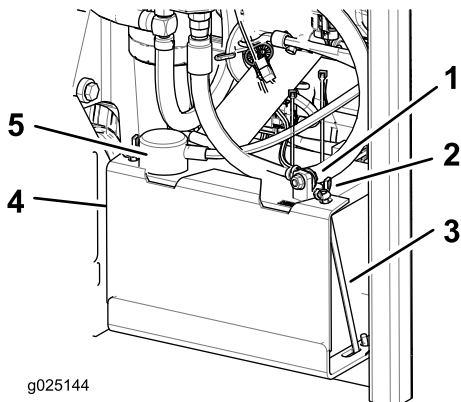

Figura 47
- Desconecte el cable negativo (negro) de la batería del borne negativo (-) de la batería (Figura 47).
- Retire la cubierta de goma roja del borne positivo (rojo) de la batería y retire el cable positivo (+) (Figura 47).
- Retire las tuercas de orejeta que sujetan los ganchos (Figura 47).
- Retire la abrazadera (Figura 47).
- Coloque la batería en la bandeja, con los bornes frente al depósito de aceite hidráulico (Figura 47).
- Fije los cables con 2 pernos, 2 arandelas, y 2 contratuercas (Figura 47).
- Instale la abrazadera y sujétela con las tuercas de orejeta y los ganchos (Figura 47).